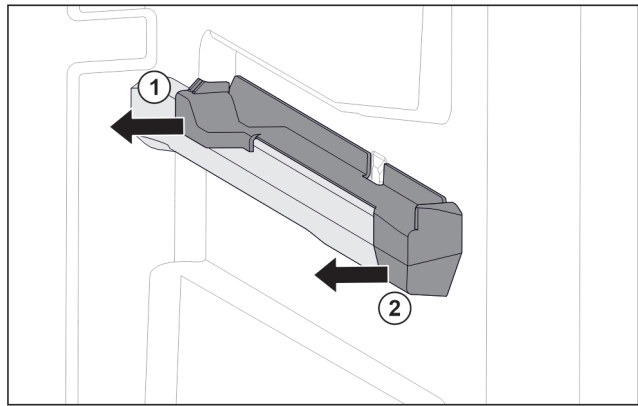

Fig. 75 Sağ hazne tutma çıkıntısı üzerindeki geçmeli parça
- ▶ Geçmeli parçayı arkadan kenara çekin. Fig. 75 (1)
- ▶ Geçmeli parçayı önden kenara çekin. Fig. 75 (2)